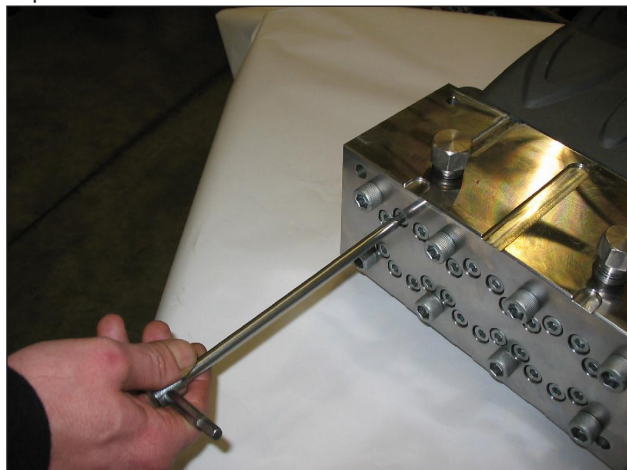

Рис. 34
- Ослабьте (не снимая) крепежные винты M8x100, которые крепят рубашку к торцу, как показано на Рис. 34, чтобы разблокировать их.